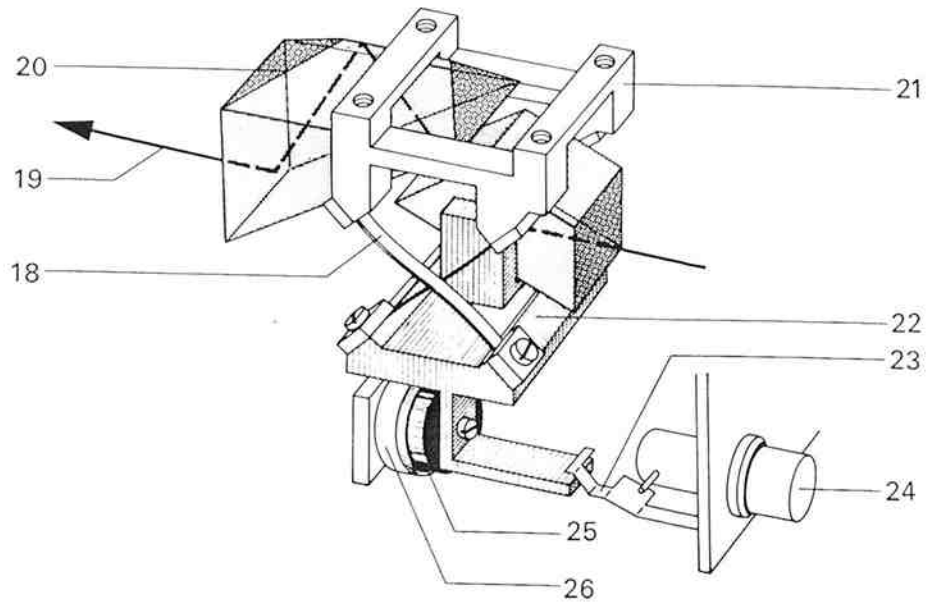

Bild 3 NA2-Kompensator.
Der drehbare Oberteil des Instrumentes besteht im wesentlichen aus dem Fernrohr mit einem optisch-mechanischen Kompensator (Bild 3), der die Ziellinie automatisch horizontiert, wenn das Instrument mit Hilfe seiner Dosenlibelle (12) und der drei Fusschrauben (2) horizontiert ist.